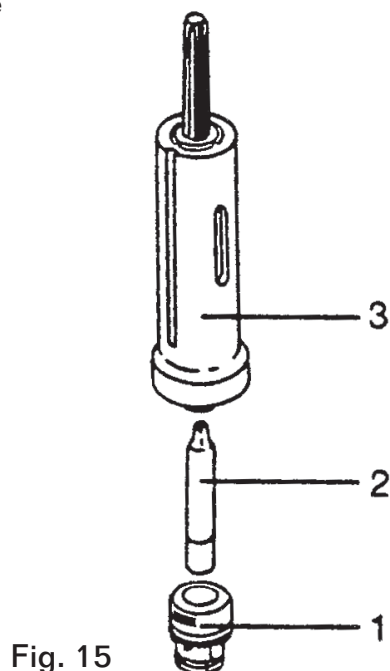

Fig. 15
#### PARA HUSILLOS CON ARBOL (Fig. 15, 16, 17)
Limpie el orificio del broquero (1) con un trapo limpio y suave. (Fig. 15)
1. Limpie la superficie del árbol (2) y la del husillo (3). (Fig. 15)